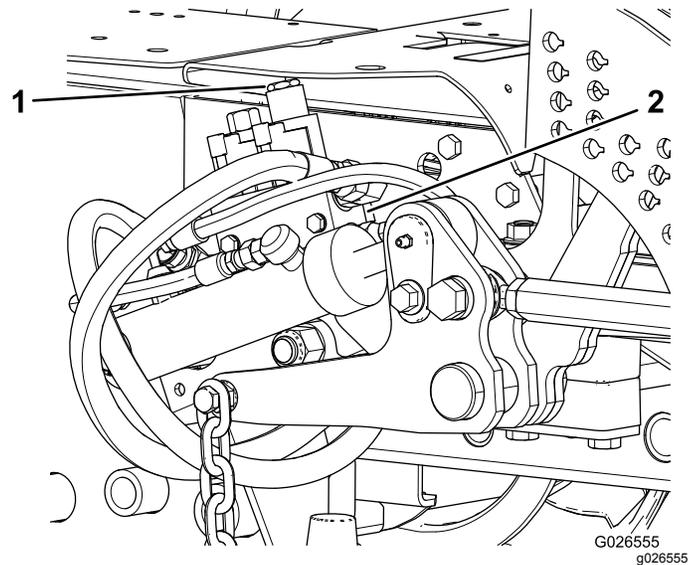

Figura 8
- A. Rimuovete il dado che fissa il gruppo distanziale/bobina alla valvola a solenoide nella porta "A" sul collettore della valvola di sollevamento (Figura 8).